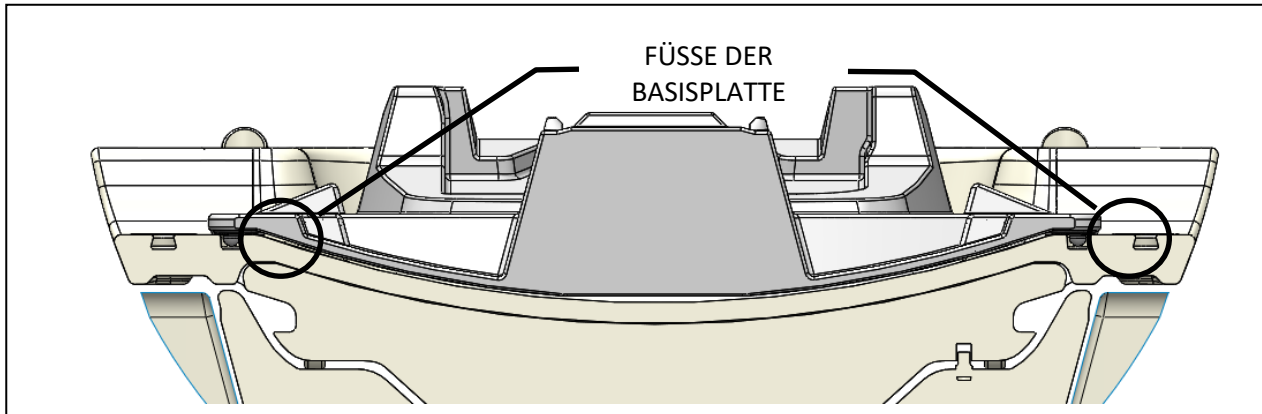

Abbildung 4: Positionierung der Grundplatte auf der MRT-Liege
1. Legen Sie die TulsA-PRO® Basisplatte für Ingenia auf die MRT-Liege. Die FüÙe der Basisplatte müssen an den inneren Schienen der Liege ausgerichtet sein (*Abbildung 4*).